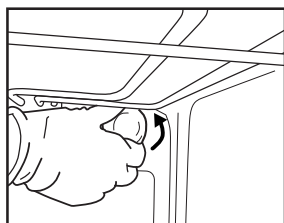

Рис. 6
2. Выкрутите плафон (Рис. 6), замените лампочку (тип лампочки указан в примечании) и вкрутите плафон снова.